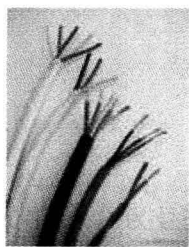
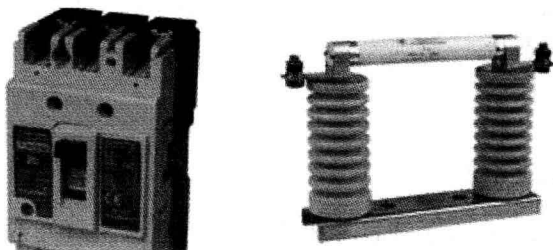

图 1-13 各种导线
图 1-14 电气控制元件
**中间环节：**连接电源和负载的部分统称为中间环节，起传输和分配电能的作用。中间环节包括导线及电气控制元件等。导线是连接电源、负载和其他电气元件的金属线，常用的有铜导线和铝导线等，如图 1-13 所示。电气控制元件是对电路进行控制的电器元件，例如低压断路器和熔断器等，如图 1-14 所示。